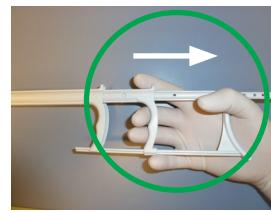

Рисунок 5
- Отведите большой палец назад в зафиксированном, согнутом положении, рисунок 5.